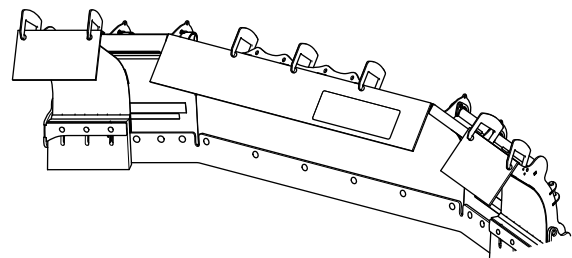

Bild 11
2. Klemmen Sie dem langen Lamellenabschnitt an der oberen Kante des Schneeschilds fest (Bild 11).
3. Klemmen Sie den kurzen Lamellenabschnitt an der oberen Kante der seitlichen Schneeschilde fest (Bild 11).